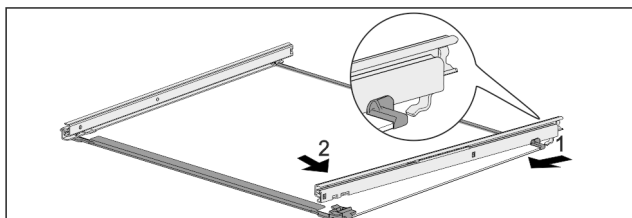

Fig. 118 Скляна пластина з рейками
- ▶ Зачепити рейку ззаду. Fig. 118 (1)
- ▶ Зафіксувати рейку спереду. Fig. 118 (2)